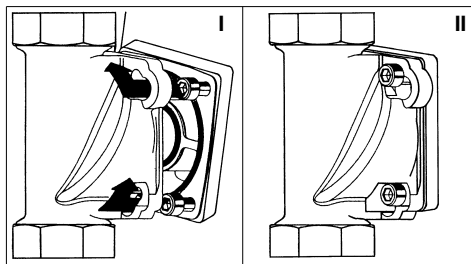

Fig. 3 : Bride rotative avec baïonnette
- Présentez la station d'eau domestique sur la bride rotative de manière à ce que les têtes de vis traversent les alésages à baïonnette (cf. fig. 3 I).
- Tournez la station d'eau domestique dans le sens horaire jusqu'à la butée (cf. fig. 3 II).